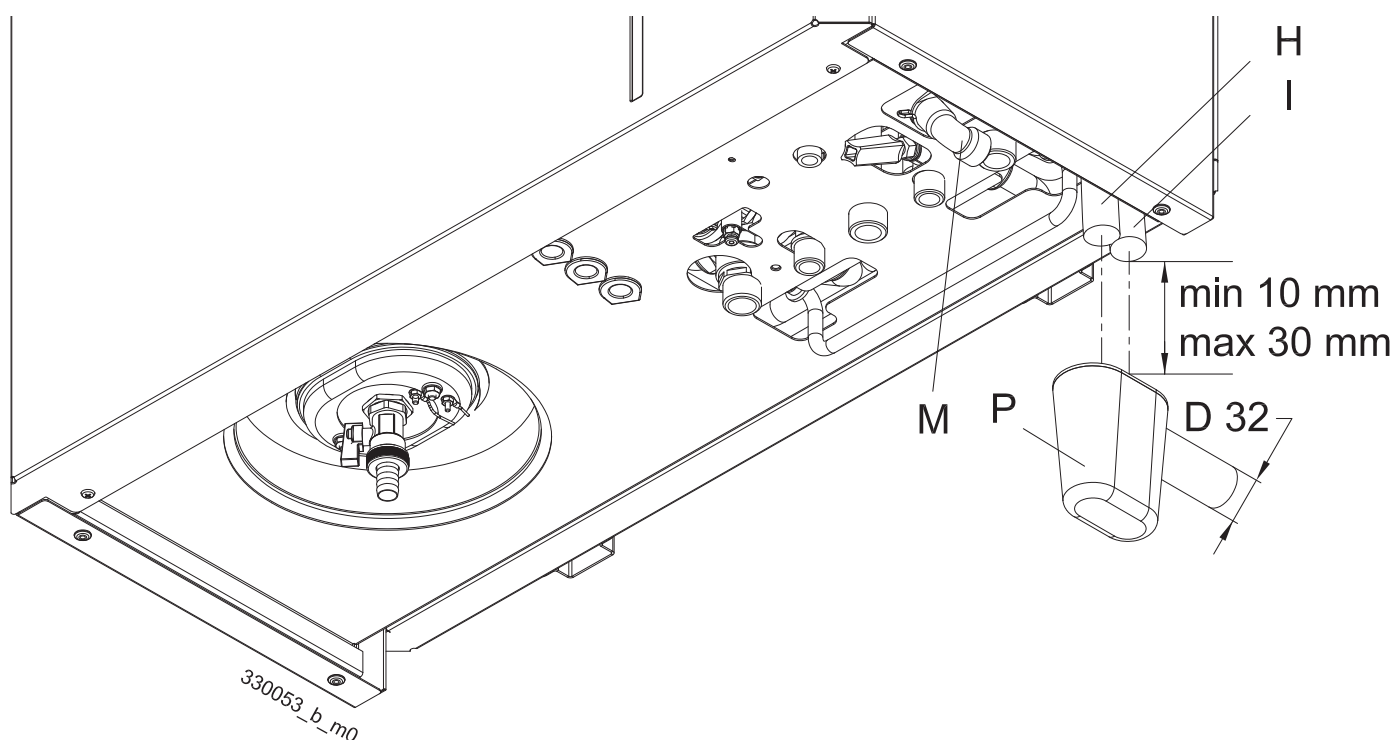

Figura 5-6 - Tubo di scarico condensa
L'apparecchio è predisposto di un sifone per l'evacuazione dei condensati che previene la fuoriuscita dei prodotti della combustione ed è provvisto di un condotto di terminazione "I" di Figura 5-6.
**ATTENZIONE!!!** Tale terminazione deve essere convogliata in un ulteriore sifone antiodori (Figura 5-6 particolare "P") in modo da prevenire il ritorno di cattivi odori in ambiente (il sifone antiodori "P" è fornito su richiesta).
Quando non è diversamente specificato fare riferimento a Figura 5-6).
Gli scarichi delle valvole di sicurezza sono convogliati nei tubi "M" e "H", i quali devono poi essere portati al sifone antiodori (particolare "P" Figura 5-6). Tale scarico con sifone è atto ad evitare sovrappressioni in caso di apertura delle valvole e da modo all'utente di verificarne l'eventuale intervento. Il sifone antiodori "P" (Figura 5-6) è fornito su richiesta.